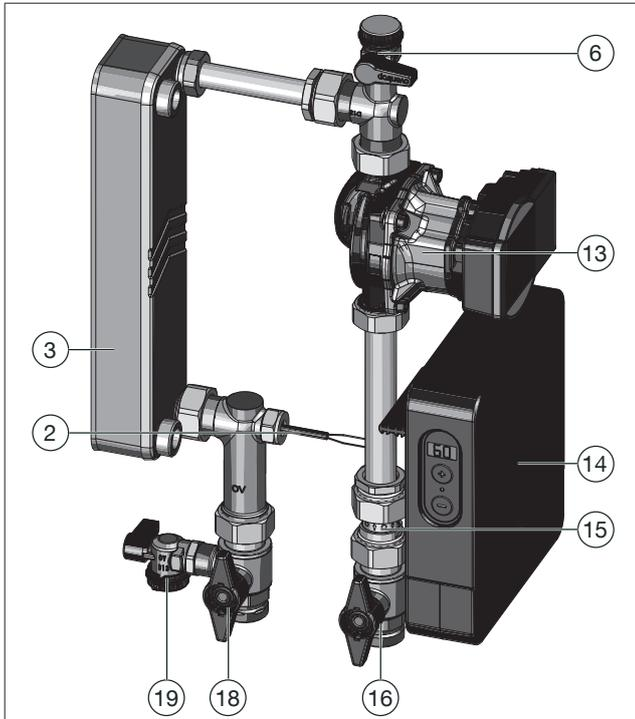

Abb. 20: Speicherkreis Befüllen und Entlüften
1. Öffnen Sie langsam den Absperrkugelhahn Vorlauf Speicherkreis (siehe Position (18) in Abb. 20 auf Seite 28 und in Abb. 1 auf Seite 10).
2. Schrauben Sie die Verschlusskappe des KFE-Kugelhahns Speicherkreis Rücklauf ab (siehe Position 6 in Abb. 20 auf Seite 28 und in Abb. 1 auf Seite 10).
7. Öffnen Sie langsam den Absperrkugelhahn Rücklauf Speicherkreis (siehe Position (16) in Abb. 20 auf Seite 28 und in Abb. 1 auf Seite 10).